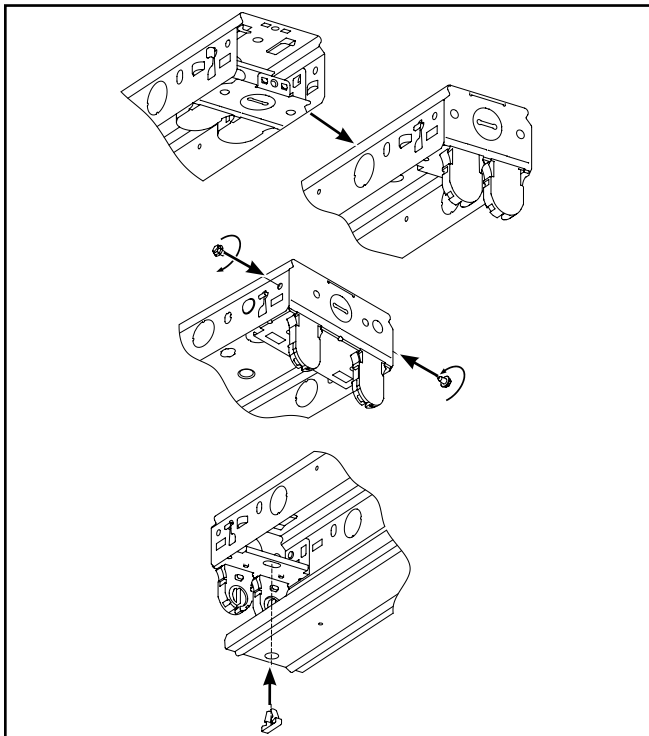

Figura 1.
1. Coloque el portacasquillo en su lugar (Figura 1.).